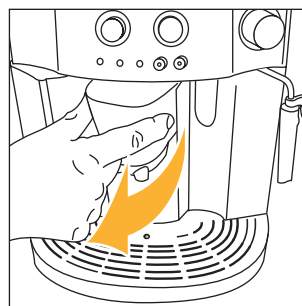
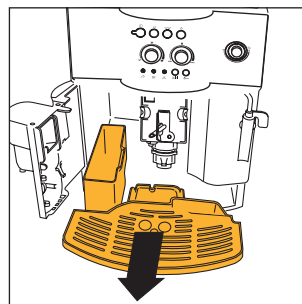

Рис. 15
Рис. 16
ПРИМЕЧАНИЕ 7: кофеварка подсчитывает количество чашек воды, которые были приготовлены. Каждые 14 маленьких чашек (или 7 больших) загорается индикатор  (гл. 12, пункт 3), предупреждая, что кассета для кофейной гущи заполнена и ее необходимо вытряхнуть и прочистить. До очистки кассеты для гущи лампа остается горячей, а кофеварка больше не готовит кофе. Для того, чтобы произвести очистку, откройте дверцу для обслуживания, расположенную в передней части, потянув за узел подачи кофе, рис. 15; загорится мигающий индикатор , см. пар.12, п. 9, затем извлеките ванночку для сбора воды, рис. 16, слейте и очистите ее. Тщательно очистите кассету для кофейной гущи, удалив все остатки которые могут находиться на дне. Высушите влагу от конденсата, который может появиться в кофеварке под ванночкой для сбора воды. **ОБРАТИТЕ ВНИМАНИЕ:** когда извлекается ванночка для сбора воды НЕОБХОДИМО ОБЯЗАТЕЛЬНО чистить кассету для гущи, даже если она не заполнена. Если эта операция не выполняется может случиться что, во время приготовления последующих порций кофе, кассета переполнится и кофеварка засорится кофе.
- откройте дверцу для обслуживания, рис. 15;
- извлеките ванночку для сбора воды и кассету для гуши, рис. 16 и промойте их;